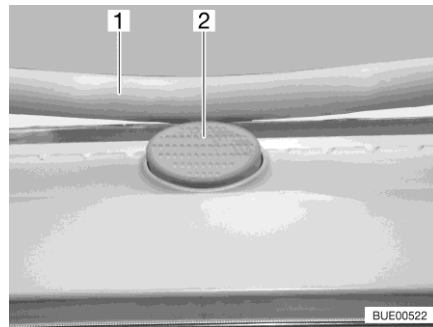

Fig. 22 Bottone di sicurezza (oblò Heki)
- Premere il bottone di sicurezza (Fig. 22,2) e tirare verso il basso la staffa (Fig. 22,1) con entrambe le mani.
- Premere la staffa verso l'alto con ambedue le mani, finché la staffa non poggia al di sopra del bottone di sicurezza (Fig. 22,2).